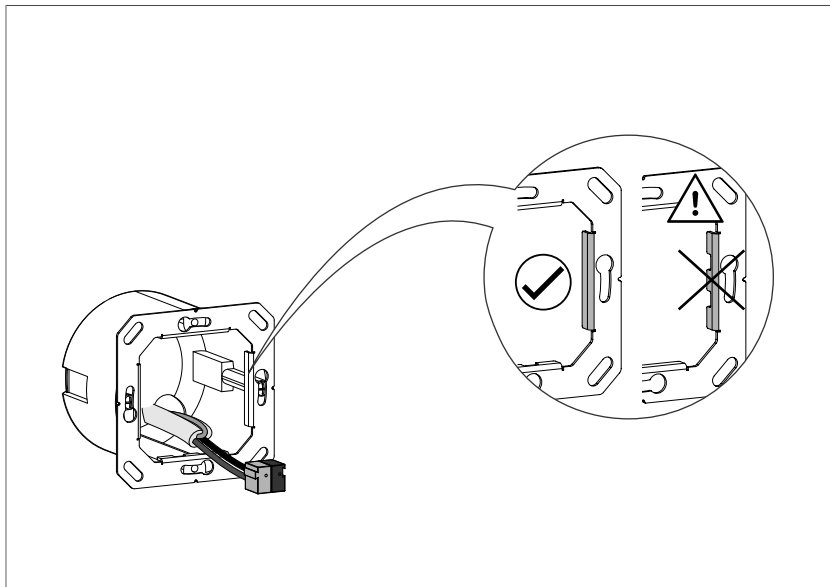

Bild 3: Tragrings montieren
- Den Tragrings lagerichtig auf eine Gerätedose montieren (Bild 3), dabei die Ausrichtung der Rastung am Tragrings beachten.